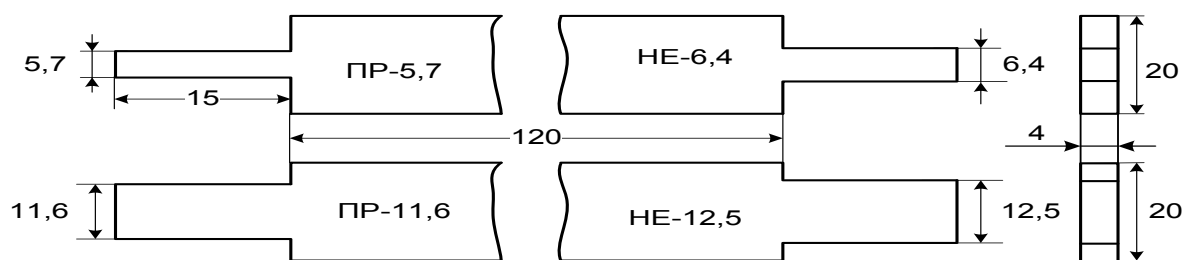

Рисунок 3. Шаблоны для проверки расстояния между контактными пружинами («ПР» - проходит, «НЕ» - не проходит).
7.2.12. В плюсовом и минусовом положениях стрелки (при выключенном положении курбельного контакта) с помощью шаблонов, входящих в набор инструментов электромеханика СЦБ для ремонта и обслуживания стрелочного электропривода (см. рис. 3) произвести проверку расстояний между контактными пружинами контрольных и рабочих контактов автопереключателя следующим образом (проверка производится при отсутствии ножей между контактными пружинами):